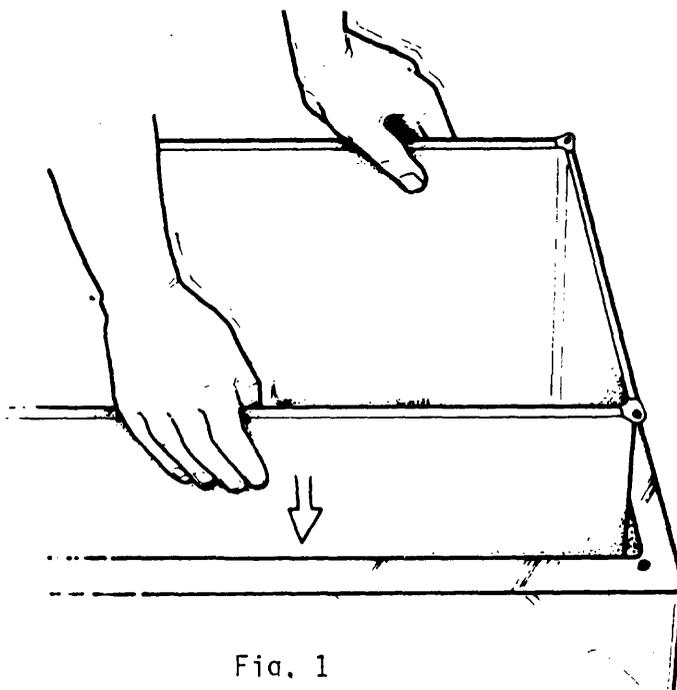

Fig. 1
- a Posicione el gabinete (fig. 1).